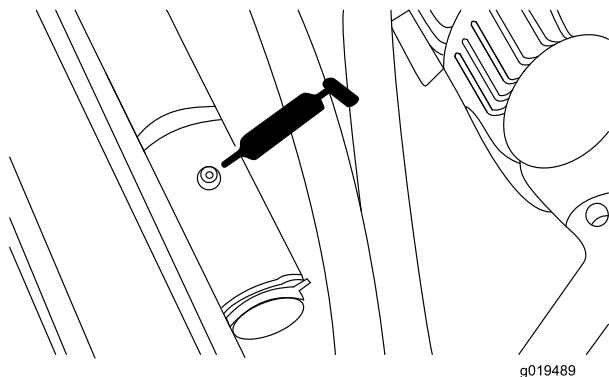

Figure 45
- Pivots de vérin de levage arrière (2) (Figure 45).